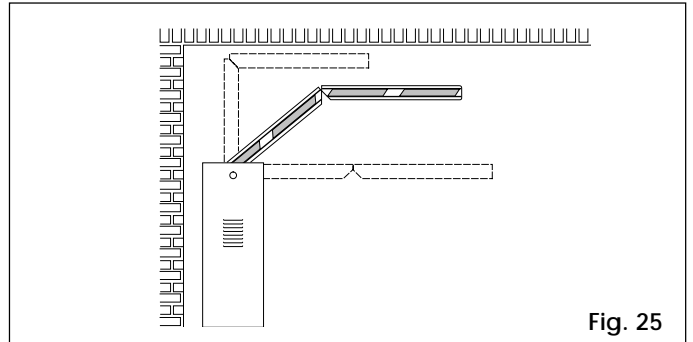

Fig. 25
**KIT ARTICULACIÓN (fig. 25, sólo para el mod. 620)**